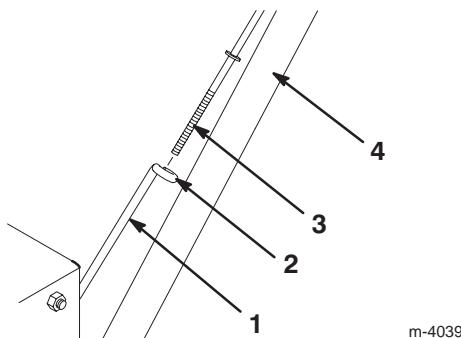

Figure 3
1. Goupille (2)
2. Boulons et rondelles bombées (4)
- Tenez l'ensemble mancheron en position de montage et insérez la tige de traction supérieure dans la boucle de la tige de traction inférieure (Fig. 3).